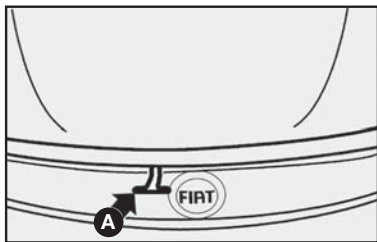

fig. 73
- 2) puxar a trava **A**-fig. 73.